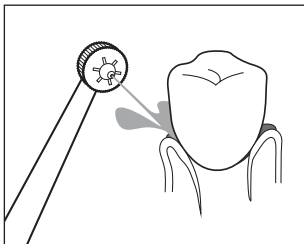
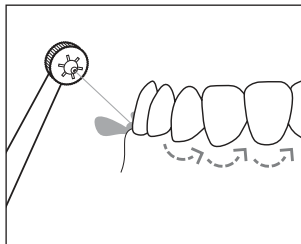

Fig. 8
Fig. 9
- ▶ Encienda la pieza manual ④ con el cabezal ya dentro de la boca para evitar salpicaduras.
- ◆ Para encender la pieza manual ④, ajuste el interruptor de encendido/apagado I/O del chorro de agua ③ situado en la pieza manual ④ en I.
- ◆ Para la limpieza, dirija el chorro de agua hacia los espacios interdentes y los bordes de los dientes. Sostenga el cabezal ② de forma que el chorro de agua pueda eliminar los restos de comida de la encía (consulte la fig. 8). Mueva el cabezal ② lentamente a lo largo de los bordes de los dientes de un espacio interdental al siguiente (consulte la fig. 9). Limpie de esta manera todas las caras exteriores e interiores de los dientes.